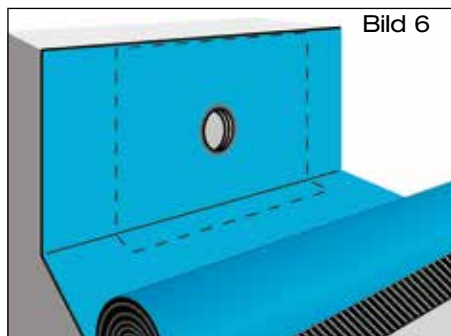

Bild 6
- 1.7 **Dampfsperre aus Bitumen:** Oberseite der Anschlussmanschette durch Erhitzen verflüssigen (Schweißverfahren). Dampfsperre paßgenau über den Schiebeflansch mit Anschlussmanschette im flüssigen Heißbitumen ausrollen (Bild 6), anschließend gleichmäßig andrücken bzw. anrollen.